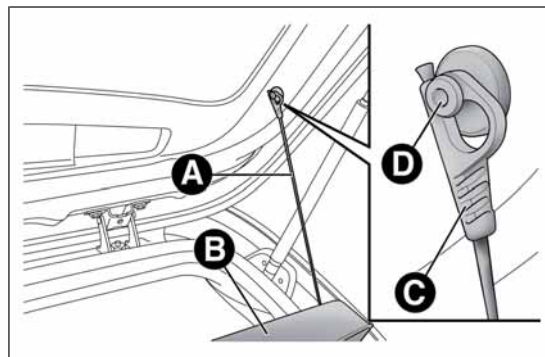

РИС. 64
- освободите оконечности двух опорных растяжек **A** РИС. 64 задней полки **B** и снимите проушины **C** с опорных штырей;